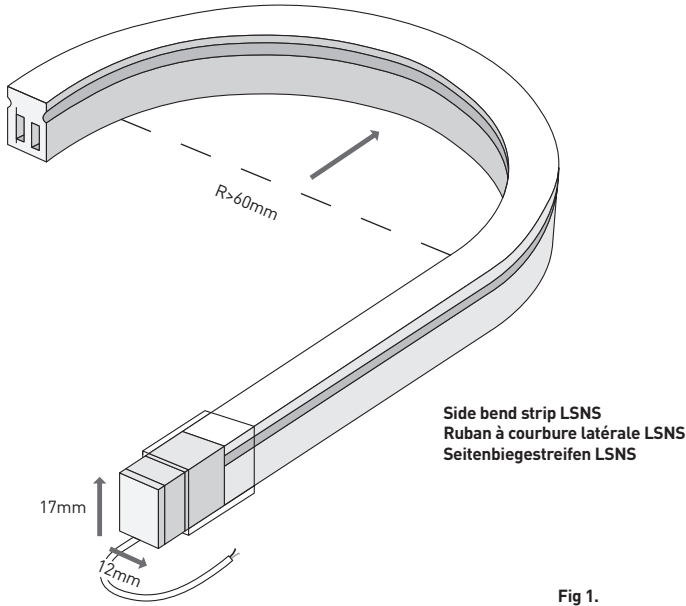
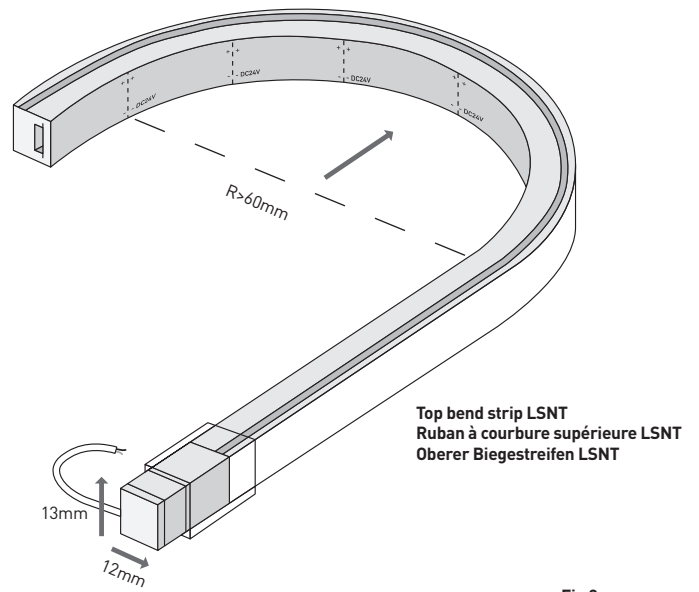

Fig 1.
Fig 2.
- Do not twist or bend excessively, see Fig 1 and Fig 2 for bend radius
- Ne pas tordre ou plier excessivement ; voir fig. 1 et fig. 2 pour le rayon de courbure.
- Nicht zu stark verdrehen oder biegen, siehe Fig 1 und Fig 2 für Biegeradius